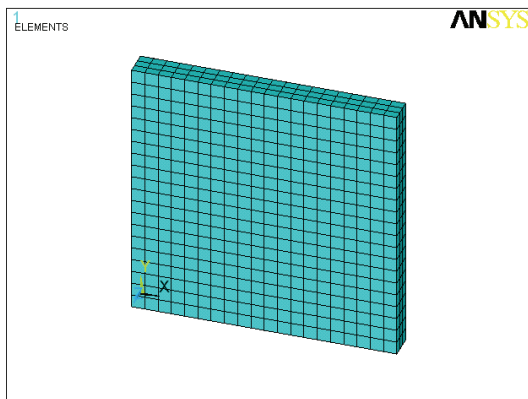

图 6-43 网格划分结果显示
10) 选择 Utility Menu | Plot | Elements 命令, ANSYS 显示窗口将显示网格划分结果, 如图 6-43 所示。